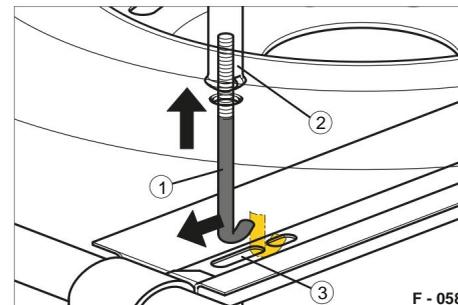

Fig. 80 Svitare la vite del gancio
(Fig. 80/1).
ÿ Guidare la vite a gancio verso l'estremità posteriore del foro asolato (Fig. 80/3).
- ÿ Inserire la vite del gancio nell'estremità anteriore della fessura (Fig. 80/3).